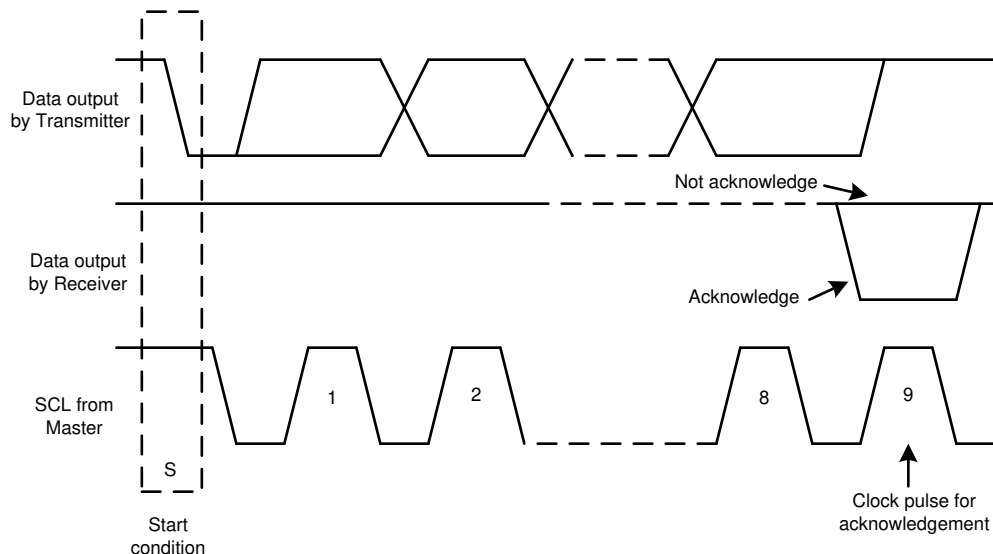
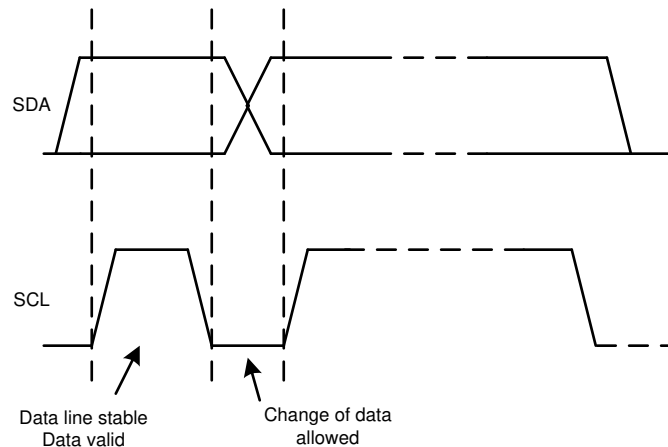

図 56. I²C™ バスの確認応答と否定応答
図 58. I²C™ バスでのビット転送
指定のタイミング信号を除いて、I²C™ インターフェイスではシリアル・バイトを扱います。各バイトの最後に、9 回目のクロック・サイクルで確認応答信号が生成および検出されます。確認応答は、9 回目のクロック・サイクルの High 期間中 SDA ラインを Low にすることで行われます。否定応答は、図 56 に示すように 9 回目のクロック・サイクルの High 期間中 SDA ラインを High のまま保持することで行われます。
2. 次に、マスタは SCL パルスを生成し、7 ビットのアドレスと読み取り / 書き込み方向ビット (R/W) を SDA ライン上で送信します。すべての送信中、データが有効であることをマスタは確認します。図 58 に示すように、データが有効であるためには、クロック・パルスの High 期間全体にわたって SDA ラインが安定している必要があります。すべてのデバイスは、マスタによって送信されたアドレスを認識して、デバイス内部の固定アドレスと比較します。図 56 に示すように、一致するアドレスを持つスレーブ・デバイスだけが、9 回目の SCL サイクルの High 期間全体の間 SDA ラインを Low にすることで、確認応答を生成します。この確認応答を検出することで、マスタはスレーブとの通信リンクが確立されたことを認識します。